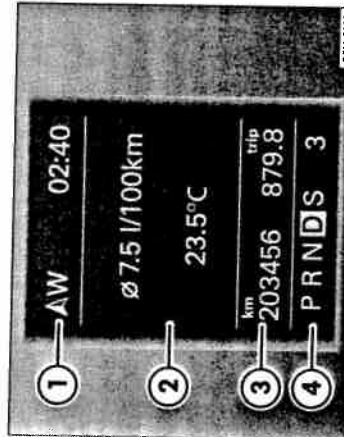

Fig. 13 Afișajul busolei pe display.
Cu contactul pus, pe display-ul tabloului de instrumente ⇒ fig. 13 ① se afișează punctul cardinal înspire care se îndreaptă autovehiculul.